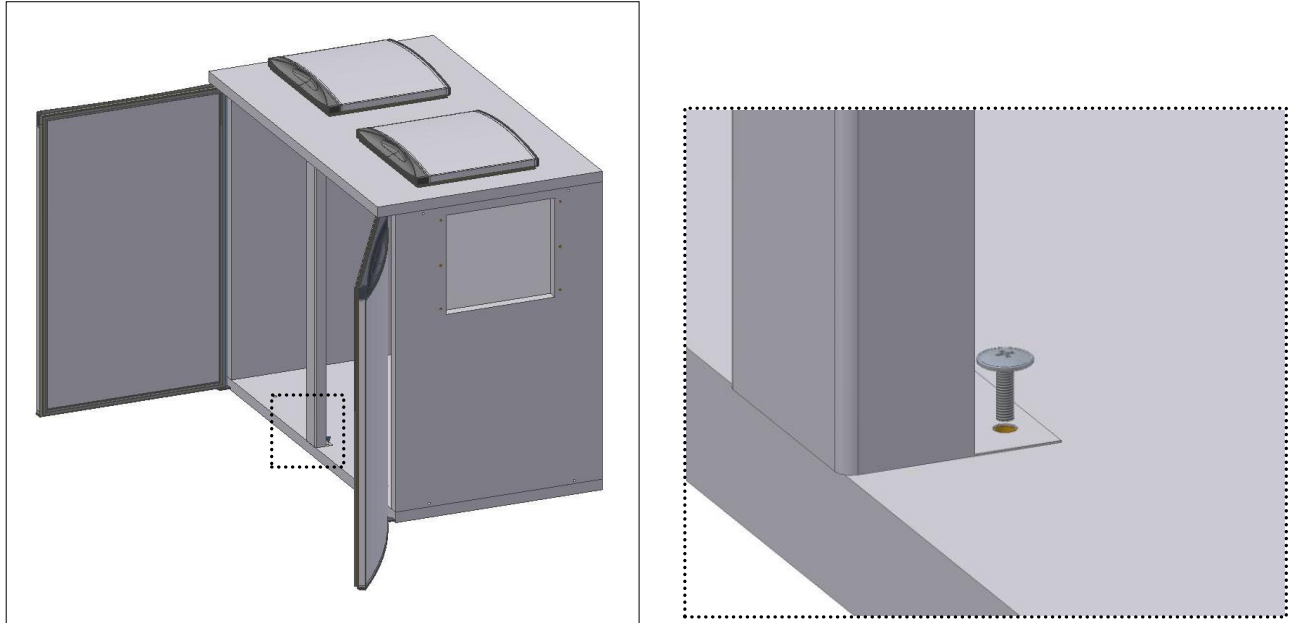

Abb. 10
- Befestigen Sie die **Leiste** an der Abdeck- und Bodenplatte (Abb. 10);